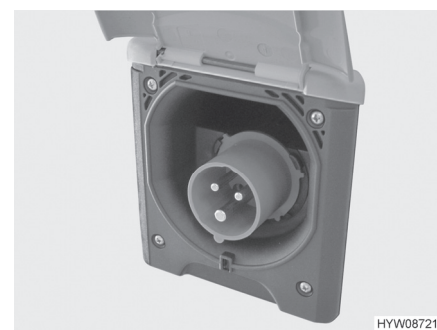

Fig. 52 Collegamento a 230 V al veicolo (presa CEE)
- Aprire la copertura del collegamento a 230 V sul veicolo (Fig. 52) e inserire l'innesto rapido. Verificare che il nasello di innesto del coperchio ribaltabile teso a molla sia innestato.